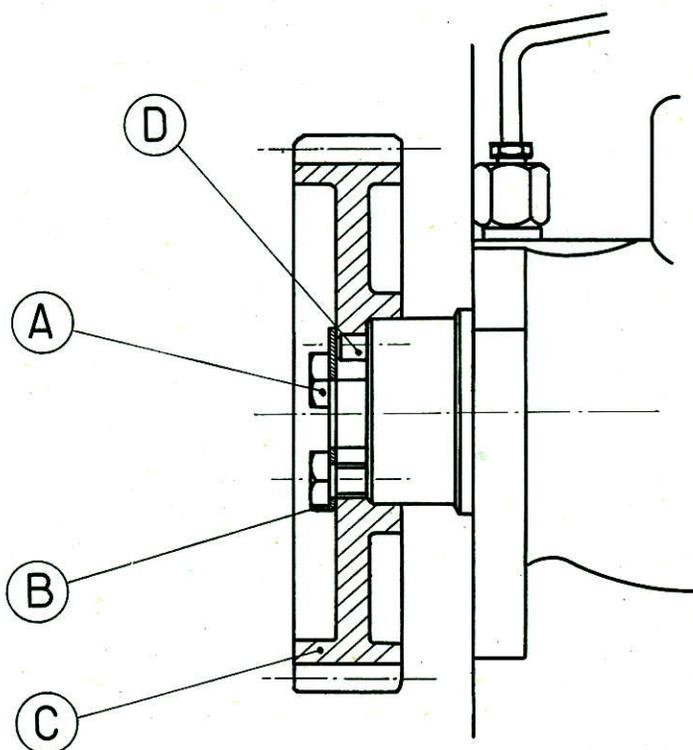

Fig. 7
- 3° - Déposer le couvercle du remplisseur d'huile, enlever les 3 vis de fixation (A, Fig. 7) et la rondelle frein (B, Fig. 7) fixant le pignon de commande de la pompe d'injection (C, Fig. 7).
S'assurer que la rainure de l'entraînement de la pompe à injection se trouve approximativement en face de l'ergot de positionnement (D, Fig. 7).